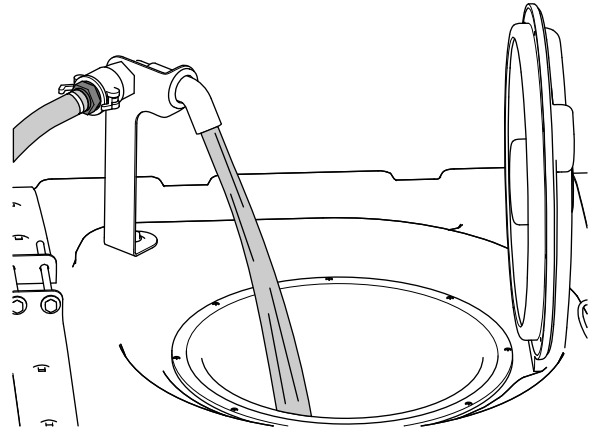

Figura 31
5. Añada  $\frac{3}{4}$  de la cantidad de agua necesaria al depósito de fumigación (Figura 31).